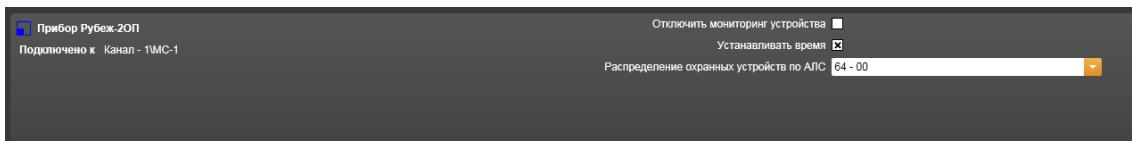

Рисунок 14.3.44 – Свойства Прибора Рубеж-2ОП
5) Прибор Рубеж-2ОП (Рисунок 14.3.44).